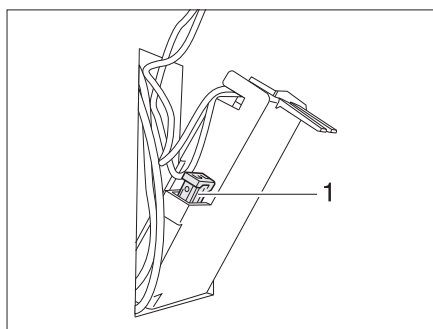

Fig. 162 Fusible des toilettes Thetford
- Changer le fusible (Fig. 162,1).